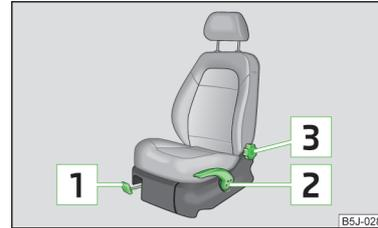

Fig. 54
- Tirar de la palanca  » fig. 54 hacia arriba, desplazando al mismo tiempo el asiento hasta la posición deseada.
- Si se quiere subir el asiento, tirar de la palanca  » fig. 54 hacia arriba o bombear.
- Descargar el respaldo (no apoyarse en él) y girar la ruedecilla de mano  » fig. 54 para ajustar la inclinación del respaldo deseada.